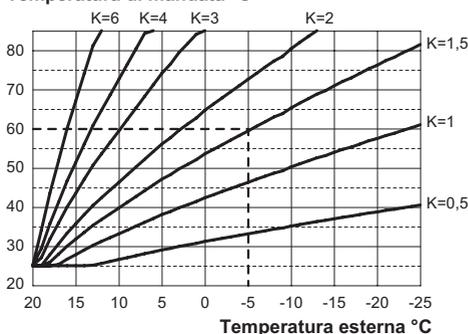

Figura 5.59
Se alla caldaia **È COLLEGATA** una sonda esterna (opzionale) è necessario settare il giusto parametro in funzione al tipo di sonda installata (vedere "Selezione del tipo di sonda esterna" a pag. 66) e impostare il coefficiente K in base al rendimento dell'impianto di riscaldamento per ottimizzare la temperatura di mandata (Figura 5.59).
Es. Per avere una temperatura di mandata all'impianto di riscaldamento di 60°C con una esterna di -5°C si deve settare un K di 1,5 (linea tratteggiata in Figura 5.59).
- Utilizzando i tasti 17 o 18 è possibile modificare il valore del parametro selezionato facendo riferimento alle curve di Figura 5.59.